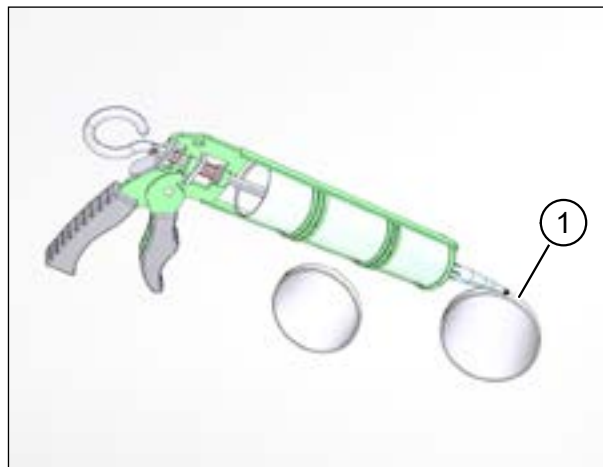

Рис. 30: герметизировать трубы приточного и вытяжного воздуха на наружной стене
- ▶ Снимите фаски с кромок обеих труб (поз. 1 на рис. 30) примерно под углом  $5 \times 45^\circ$ , чтобы создать зазор для уплотняющих швов с использованием эластичного герметика.